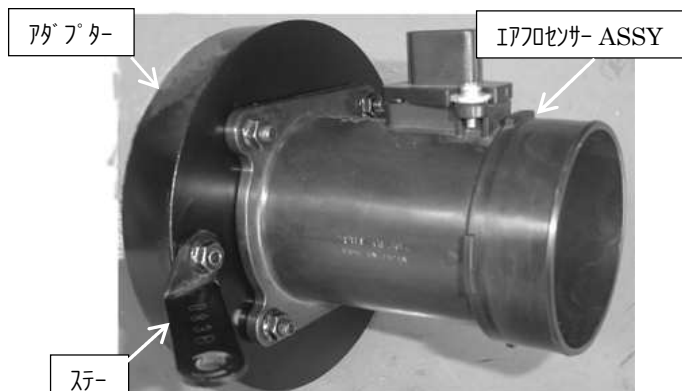

図 2
- アダプターにエアフロセンサーASSY、ステーを取り付けます。(図 2 参照)